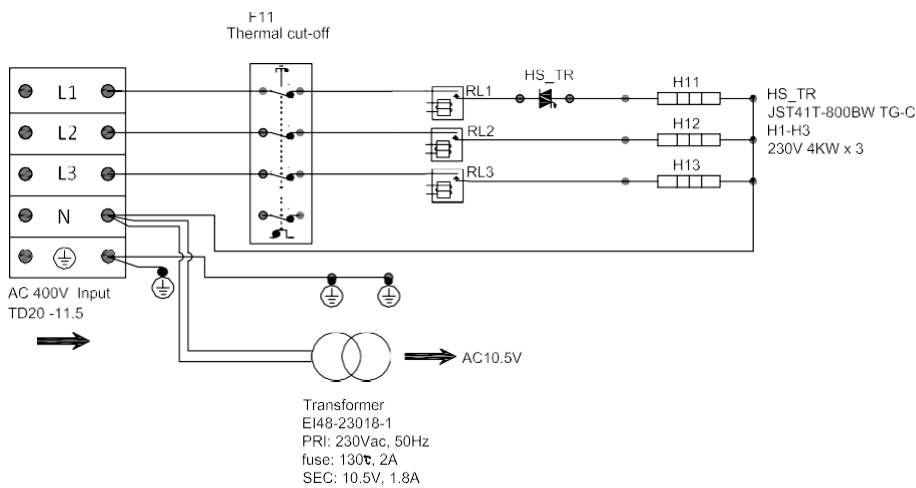

Figura 11. Schema electrică pentru conectarea elementelor de încălzire
2. Conexiune trifazică AC 400V (Figura 11)